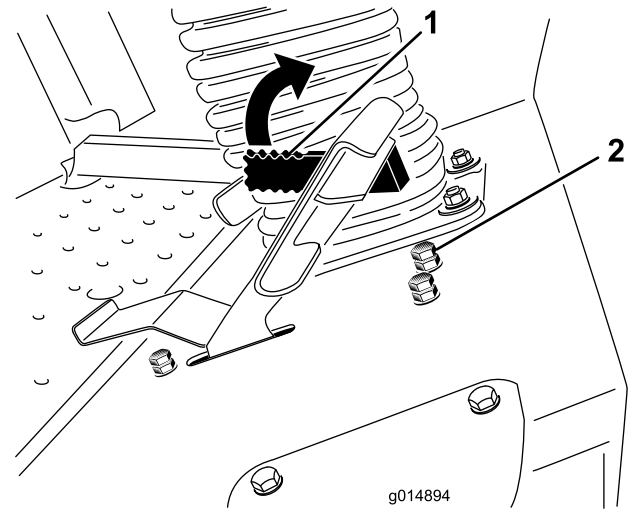

Figura 41
3. Afloje la contratuerca del perno de tope del limitador de la velocidad de siega (Figura 41).
La palanca del limitador de la velocidad de siega (Figura 41) puede moverse hacia adelante para limitar la velocidad de tracción durante el uso.